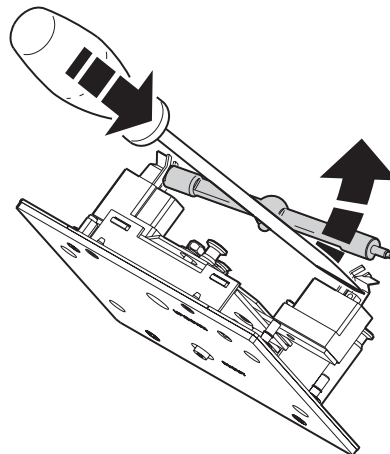

Figura 3: Extracción de la lámpara
3. Empujar hacia abajo el muelle situado al lado derecho del portalámparas y extraer el extremo de la lámpara. Se puede utilizar un destornillador tal y como muestra la Figura 3. Extraer la lámpara.